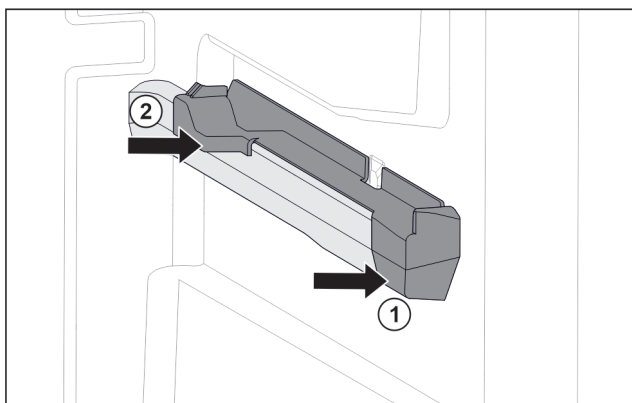

Fig. 87 Nasazovací díl na pravém žebrování na nádoby
- Nasadte nasazovací díl na žebrování na nádoby. Fig. 87 (1)
- Přitlačte nasazovací díl k zadní části. Fig. 87 (2)